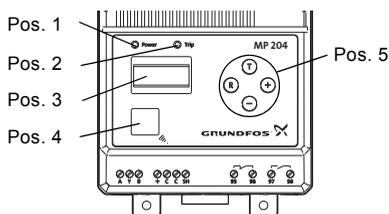

Fig. 14 Panneau de commande
Au bout de 2 minutes que le moteur tourne en continu, "LRN" apparaît sur l'affichage pendant environ 5 secondes, tandis que les valeurs sont en cours de mémorisation dans le MP 204. Voir fig. 14, pos. 3.